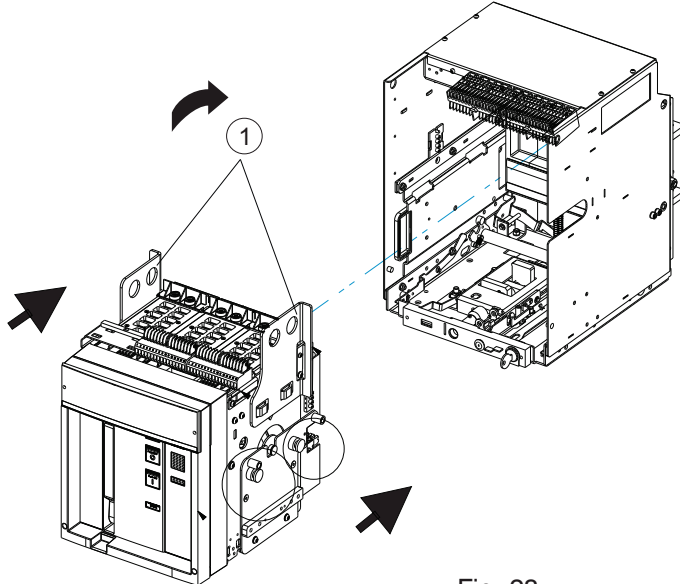

Fig. 28
Sollevare la parte mobile e inserirla nelle guide della parte fissa inclinandola come indicato in fig. 28 & 29.
Lift the moving part and fit it into the guides of the fixed part, tilting it as shown in fig. 28 & 29.
Den beweglichen Teil und in die Führungen des festen Teils einschieben, indem er wie in Abb. 28 & 29 gezeigt geneigt wird. Die Leistungsschalter sind vorzugsweise mit einem besonderen Gabelstapler zu heben. Die Verwendung von Seilen ist ebenfalls zulässig. Soulever la partie mobile et
l'introduire dans les glissières de la partie fixe, en l'inclinant comme indiqué dans la figure 28, 29. Les disjoncteurs doivent être soulevés de préférence avec un chariot élévateur adéquat. L'emploi d'élingues-câbles est toutefois autorisé.
Elevar la parte móvil e inserirla en las guías de la parte fija, inclinándola como se indica en la fig. 28, 29. Efectuar la elevación de los interruptores en lo posible con una carretilla elevadora idónea. Está permitido de todos modos el uso de cuerdas.
Il kit di retrofitting direct replacement (fig. 28) è corredato di apposite piastre (1) per il sollevamento.
The Direct Replacement retrofitting kit (fig. 28) has supports (1) allowing it to be lifted.
Der Nachrüstsatz «direct replacement» (Abb. 28) verfügt über geeignete Schultern (1) zum Heben.
Le kit de mise à niveau «retrofitting direct replacement» (fig. 28) est doté d'épaulles spéciales (1) de levage.
El kit de retrofitting direct replacement (fig. 28) está provisto de específicos apoyos (1) para la elevación.